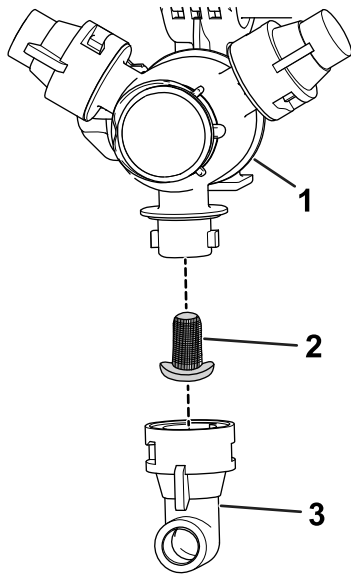

Figure 105
2. Retirez la buse de la tourelle de pulvérisation (Figure 105).
3. Retirez le filtre de buse usagé (Figure 105).
4. Montez le filtre de buse neuf (Figure 105).
5. Installez la buse sur la tourelle de pulvérisation (Figure 105).